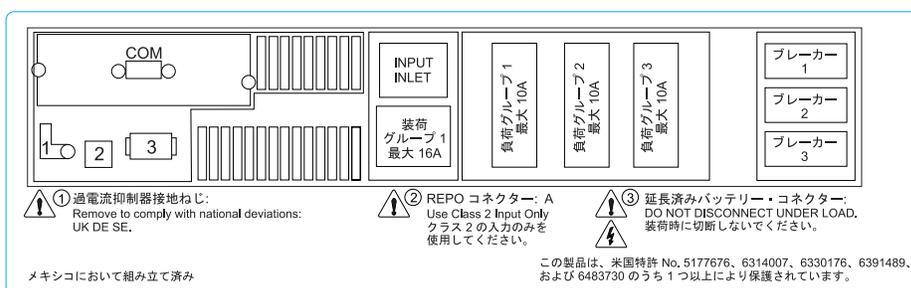

図7. リヤ・パネル構成ラベル
2. リヤ・パネル構成。 図 7 を参照。リヤ・パネル構成ラベルは、SAN ポリユーム・コントローラーの電源機構のカバーに取り付けられています。